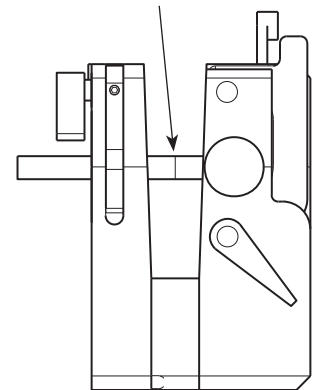

図 21: Micro-Fit 継手とチューブの位置合わせを行う
8. Micro-Fit 継手とチューブの位置合わせを行います。図 21 をご参照ください。